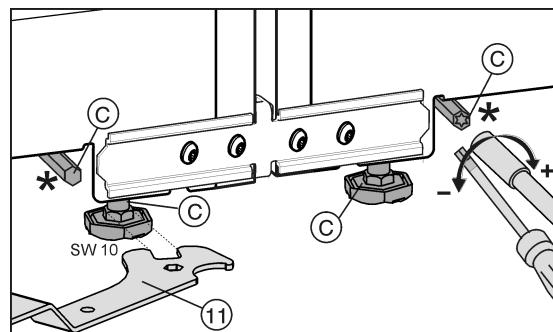

Fig. 25
Les pieds de réglage avant peuvent être réajustés avec la clé à fourche Fig. 25 (11) fournie; les pieds de réglage arrières avec un embout 1/4".